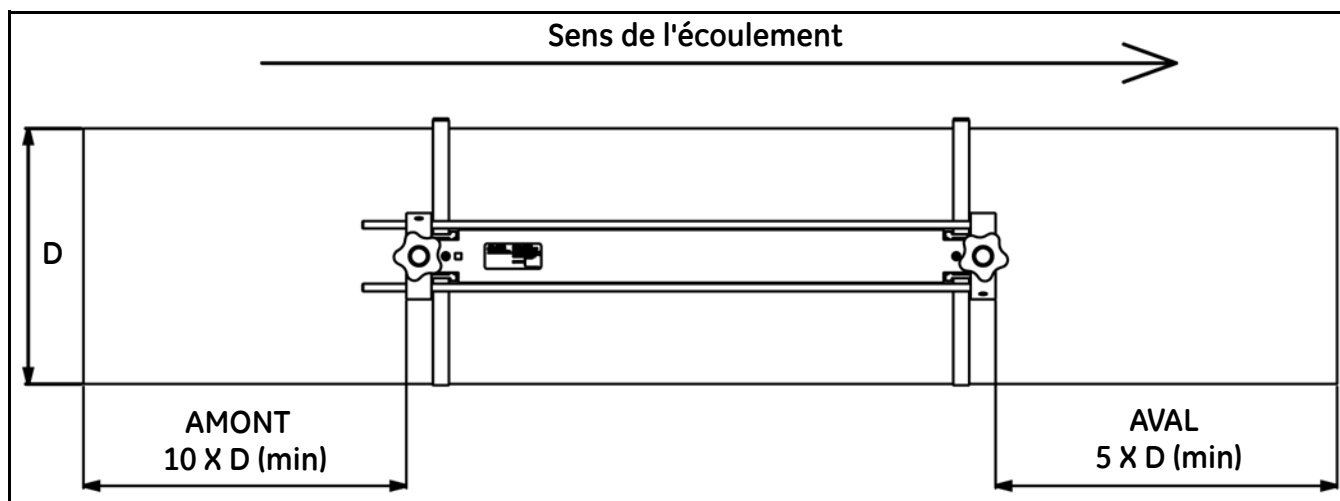

Figure 7 : Emplacement des transducteurs AT600
- a. Choisissez un emplacement sur une section suffisamment rectiligne; voir Figure 7, page 7.